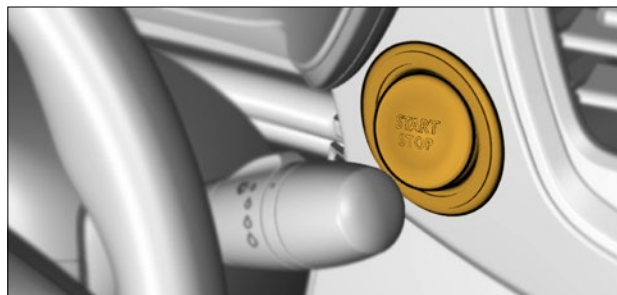

Рис. 5.10.4. Кнопка START/STOP
- кратковременно нажмите на кнопку **START/STOP** (рис. 5.10.4). При пуске двигателя не требуется удерживать кнопку в нажатом состоянии.